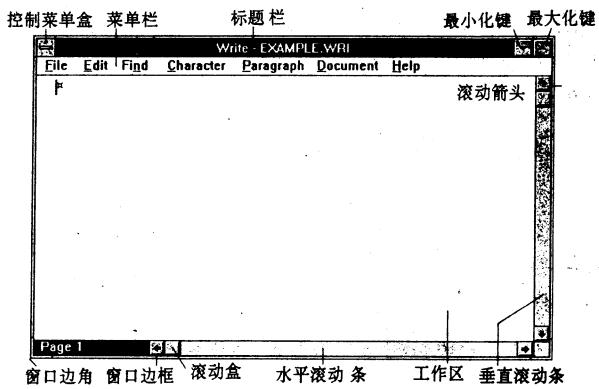
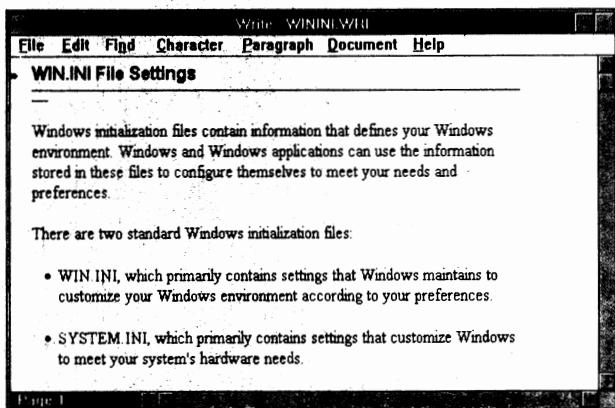

图2 窗口基本组成
图3 应用程序窗口
1. 窗口组成 尽管 Windows 有各种不同的窗口,但是绝大多数窗口都是由一些相同的元素组成(图2)。
菜单是 Windows 图形界面提供文字信息的重要工具。它是一种命令列表, 从菜单中选择命令是 Windows 程序中完成某项工作最常用的方法。每个窗口左上角都有一控制菜单盒(见图 2), 盒中的菜单命令是 Windows 每个窗口几乎都公共的。每个应用程序窗口都有自己的菜单栏, 栏上每个菜单名都可以打开一个菜单, 它们包含了本应用程序窗口所能执行的命令。例如, 图 3 中 Write - WININI.WRI 应用程序的 File 菜单包含了用于打开及保存文档文件的命令, 而 Edit 菜单则含有改变文档内容的命令。